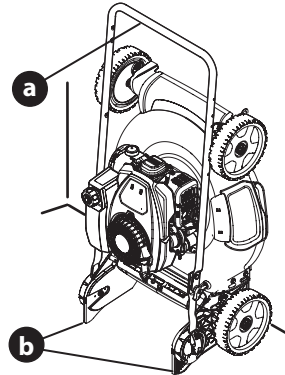

Figura 21
6. Levantando de la manija (a), incline la cortadora hacia arriba sobre las ruedas traseras y hacia atrás del soporte de la manija (b) (Figura 21).